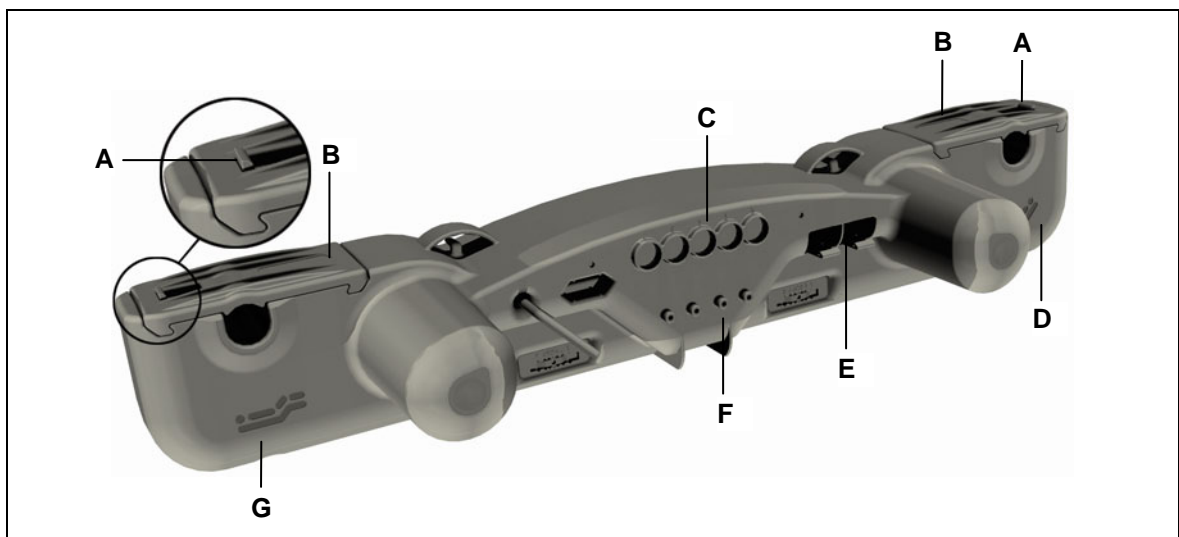

Abbildung 3 Hauptbestandteile des Doppelantriebs OKIMAT 8
- 3 Bringen Sie den OKIMAT 8 in die richtige Position zur Applikation. Die Aufnahmen für die Rücken- und Beinseite müssen den jeweiligen Beschlägen an der Applikation zugeordnet sein (Symbole am OKIMAT 8 siehe Abbildung 3).